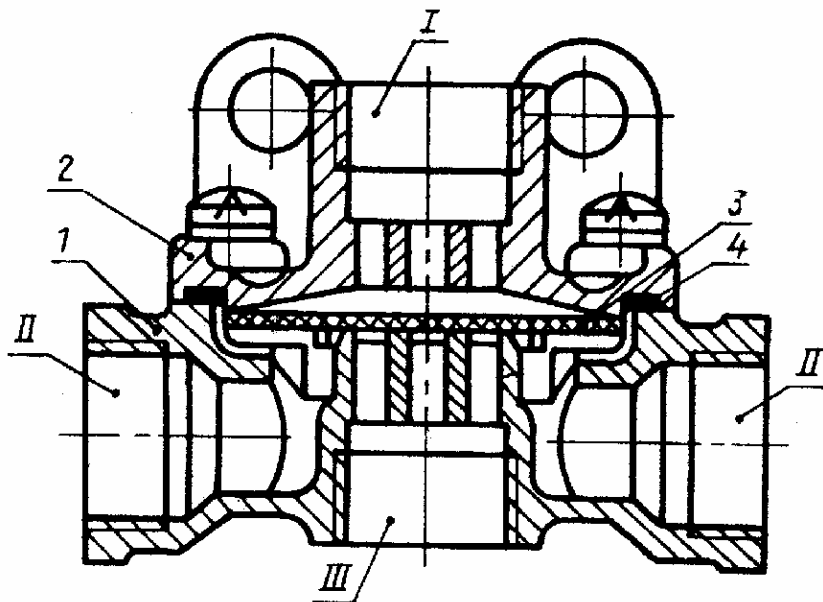

Рис. 64 Клапан быстрого оттормаживания
3. КЛАПАН БЫСТРОГО ОТТОРМАЖИВАНИЯ 100-3518110 (рис. 64)